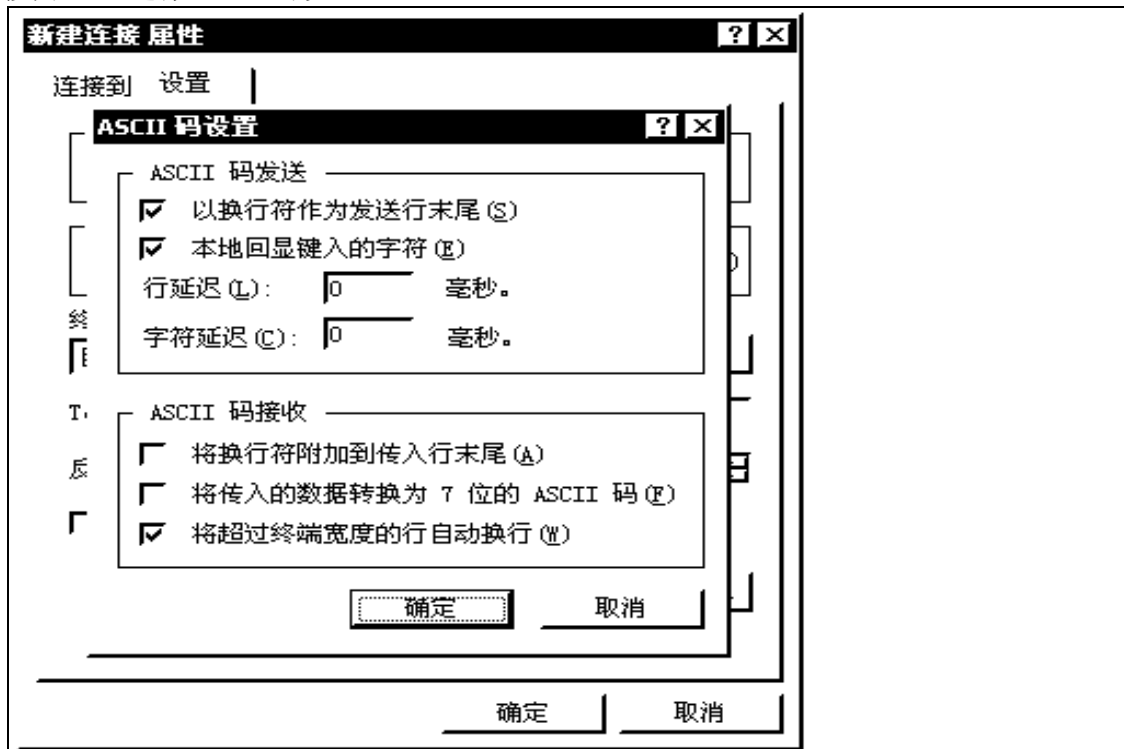

图 7—6：ASCII 码设置
9、设置确认后，在主窗口下点击“传送”菜单，选择“发送文本文件”（见图 7—7）：